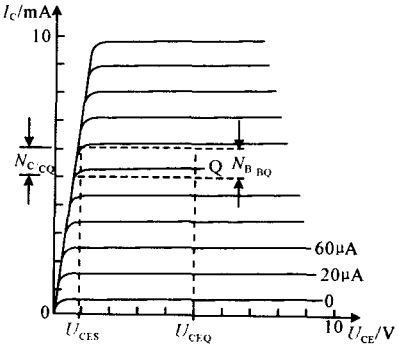

图 1-4 晶体管输出特性曲线
解：根据被测管的类型和需要测量的特性参数，将面板上各旋钮按表 1-1 预置，并插上被测管，屏幕上即可显示被测特性曲线，如图 1-4 所示。
(3) 饱和压降。如图 1-4 所示，该晶体管的饱和压降 $U_{CES} = 0.8V$ 。